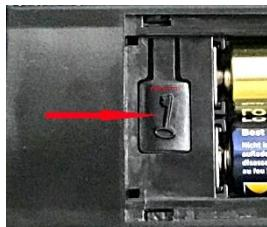

Fig. 3
- ❖ Pour restaurer les paramètres d'usine du coffre-fort indiqués ci-dessus à tout moment, maintenez enfoncé le bouton situé à l'arrière de la porte, à l'intérieur du compartiment des piles, pendant plus de 3 secondes jusqu'à ce que deux bips se manifestent. Voir la figure 3.
La porte du coffre-fort ouverte, appuyez et relâchez le bouton situé à l'arrière de la porte, dans le compartiment des piles, voir Fig. 3. Un bip est émis, puis le lecteur d'empreintes digitales et l'écran clignotent.
Remarque : 100 empreintes digitales peuvent être programmées. Le registre d'empreintes digitales indique que le nombre permis d'empreintes enregistrées est atteint lorsque le voyant rouge sur le lecteur d'empreintes digitales clignote 10 fois et que le bip retentit 10 fois. Pour supprimer les empreintes digitales et en programmer de nouvelles, maintenez enfoncé le bouton situé à l'arrière de la porte, dans le compartiment des piles, pendant plus de 3 secondes jusqu'à ce que deux bips se manifestent. Voir Fig. 3. La combinaison est maintenant **159**. Programmez une nouvelle combinaison ainsi que les empreintes digitales souhaitées.